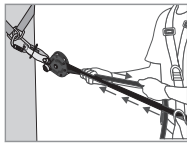
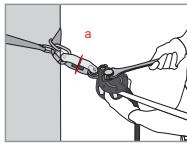

Fig 3
Fig 4
Når du har installert livlinen, må du aller først regulere spenningen ved å dra i tauet (i den enden hvor tauet har en endeknute - Fig. 3). Kammen (8) og kamspaken (4) skal da komme i kontakt med tauet. Slå ned kamspaken (4). Ved hjelp av en egnet nøkkel, juster spenningen på akslen for spenningsjustering (1) inntil skiven for spenningsmerket (2) går fritt rundt (2) går fritt rundt (Fig. 4). Så snart skiven spinner fritt, SKAL MAN IKKE STRAMME VIDERE! Dette tilsvarer en forhåndsspenning på linen på ca. 1 kN. Når utstyret er i bruk, må du kontrollere denne spenningen jevnlig (skiven for spenningsmerket må spinne fritt) og ved behov, må spenningen justeres, som beskrevet ovenfor.